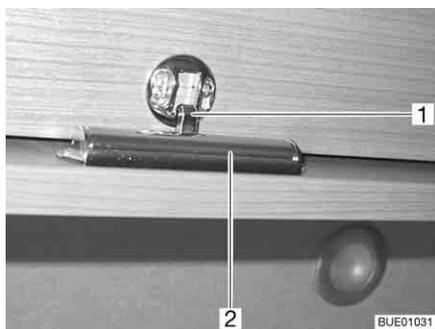

Fig. 71 Trampilla de mueble con listón de desbloqueo
- Presionar el listón de desbloqueo (Fig. 71,2) en el lado interior de la trampilla de mueble y mantenerlo presionado.
- Presionar la trampa de muebles hacia abajo hasta que el bloqueo (Fig. 71,1) encaje de forma audible.